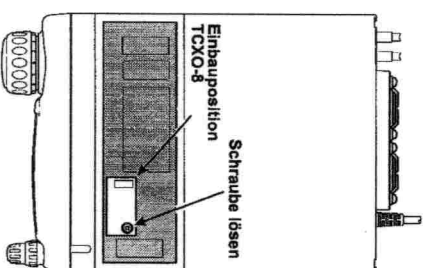

Abbildung 7
3. Stecken Sie gemäß Abbildung 7 den **TCXO-8** in den zugehörigen Stecker, und befestigen Sie ihn mit der mitgelieferten Schraube.